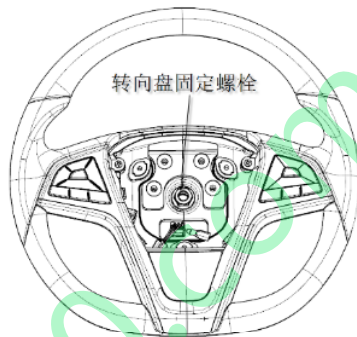

图 3-15
① 脱开线束接头。
② 使用 14#套筒拆下转向盘固定螺栓，如图 3-15 所示。